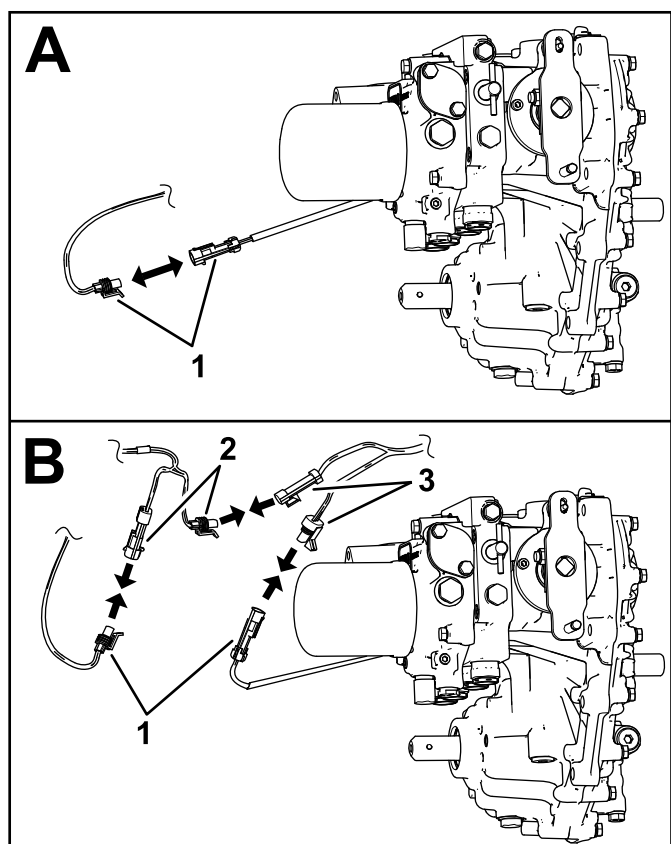
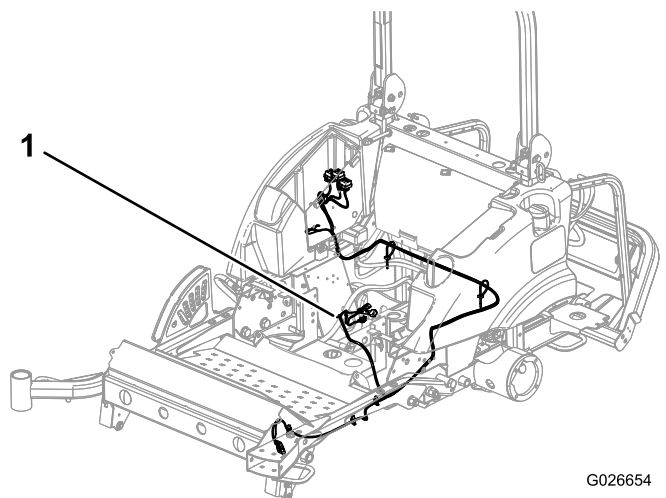

Рисунок 23
Рисунок 24
4. Отсоедините разъемы в передней части трансмиссии рядом с масляным фильтром (Рисунок 23).
5. Проложите жгут проводки к трансмиссии (Рисунок 24) и вставьте жгут проводки деки и жгут проводки задержки подъема в разъемы трансмиссии; см. вид В на Рисунок 23.